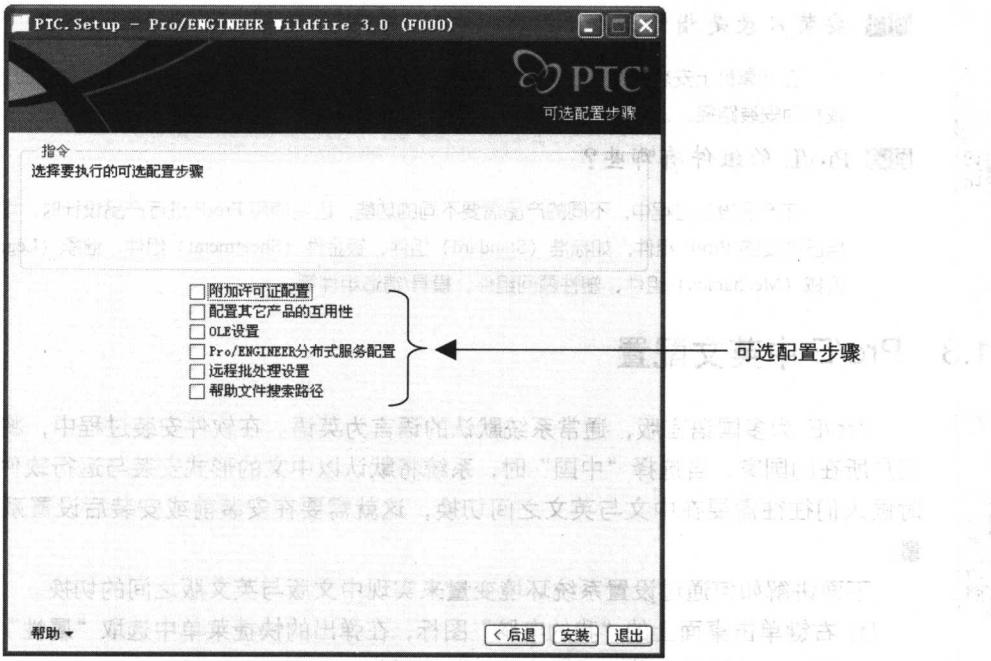

图 1-12
- ⑨ 继续单击**下一个**按钮，将出现可选配置对话框界面，如图 1-12 所示。如果默认不勾选其他选项，则直接单击“安装”按钮进入安装进度界面，开始安装，如图 1-13 所示；如果勾选一种或多种配置选项，则单击**下一个**按钮，进入可选配置的安装界面，这里不再细说。